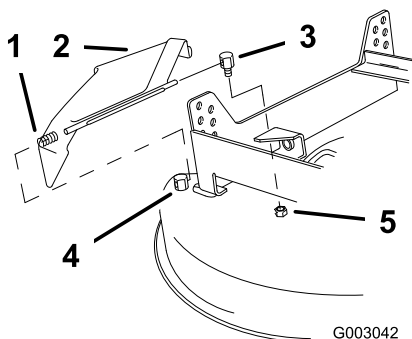

Figure 53
1. Enlevez le contre-écrou de fixation de l'ergot de pivot du déflecteur arrière et déposez l'ergot (Figure 53).
2. Enlevez l'ensemble déflecteur de l'ergot de pivot de déflecteur avant (fixe) et déposez l'ensemble déflecteur de la tondeuse (Figure 53).
5. Montez l'ergot de pivot de déflecteur arrière sur le tablier de coupe et serrez le contre-écrou (Figure 53). Le déflecteur d'herbe doit être rappelé à la position